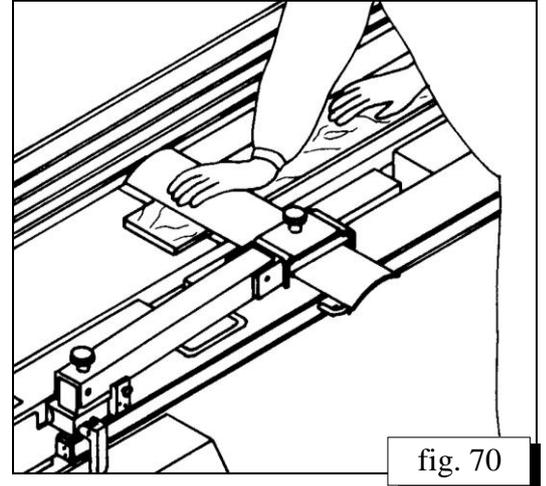

fig. 70
**Dégauchissage (fig. 70, 71, 72)**
- ⇓ Le détail se pousse en avant sur la table de travail d'entrée avec les paumes des mains qui passent l'une après l'autre sur le protecteur du cylindre à lames (fig. 70, 71).
↓ Le détail se pousse en avant avec les paumes des deux mains comme pour les détails d'épaisseur au-dessous de 65 mm. (fig. 70, 71 et 72).